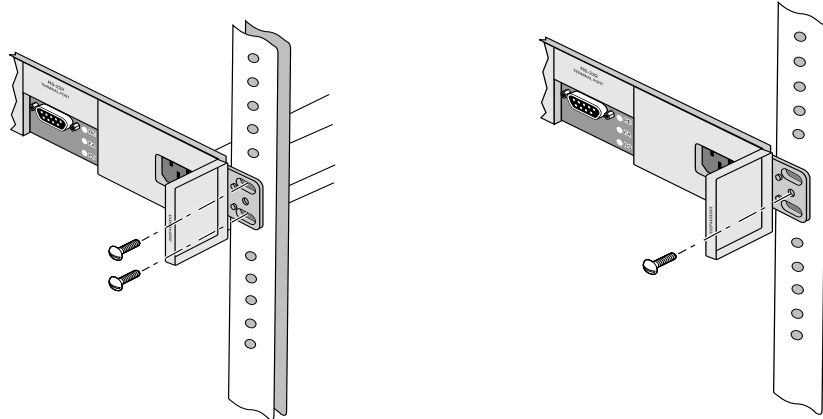

図 3.6 19 インチラック取付用のネジ止め 据置用シャーシのネジ止め
10. モジュールをネジで固定して(図3.6を参照)から、ブラケットカバーを閉じます(図3.6を参照)。